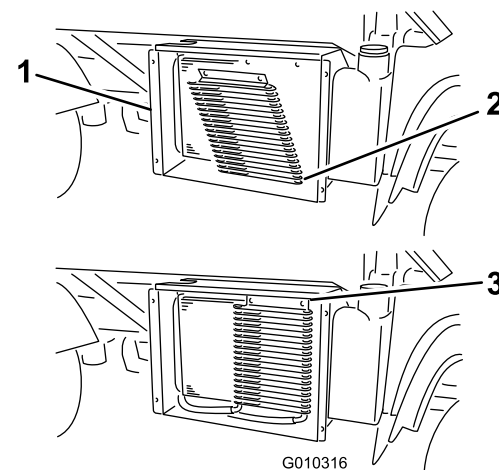

図 51
6. ラッチを外し、オイルクーラを装備している場合にはそれを倒してラジエターから遠ざける 図 51。